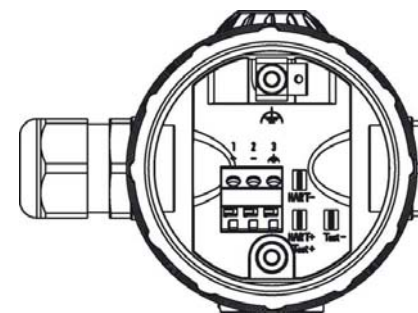

Рисунок 14 - Маркировка кабельного соединителя преобразователя с кабельным вводом
13.5.3 Чтобы подключить кабель к преобразователю, открутите заднюю крышку корпуса (см. рисунок 4). Пользуясь маркировкой кабельного соединителя на плате преобразователя (см. рисунок 14), произведите подключение согласно таблице 13.
| Примечание - Преобразователи могут быть заземлены с помощью вывода 3 разъема или через внутренний зажим заземления (см. рисунок 14). | |